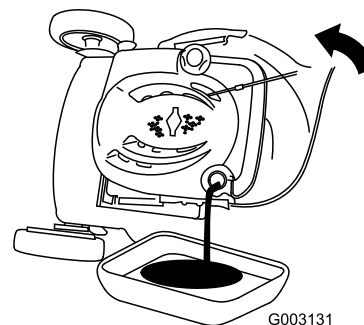

Figura 37
7. Inclinate la macchina sul fianco, con il tubo di riempimento dell'olio in basso, per vuotare l'olio usato attraverso il tubo di riempimento in una bacinella di spurgo (Figura 37).